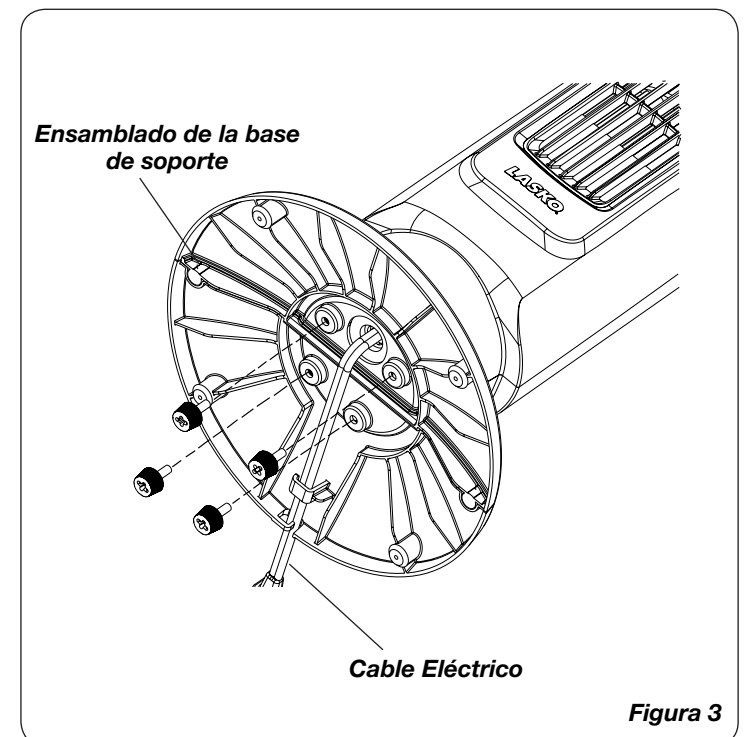

Figura 3
4. Alinee los orificios de la base de soporte con el inserto roscado en la parte inferior del ventilador. Asegure los (4) tornillos mariposa en los cuatro agujeros en la parte inferior de la base (Figura 3).
5. Dirija el cable de alimentación eléctrica por detrás de la base de soporte como se muestra (Figura 3).